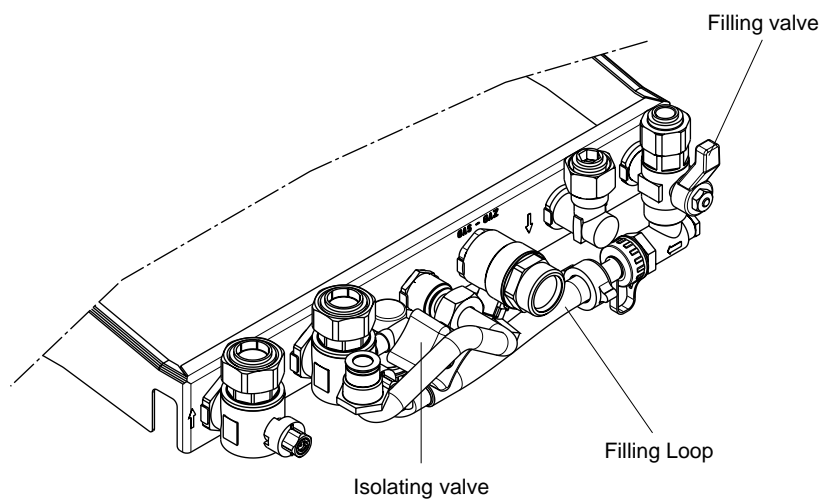

Fig. 2
3.1 HOW TO TOP-UP THE SYSTEM PRESSURE (fig. 2)